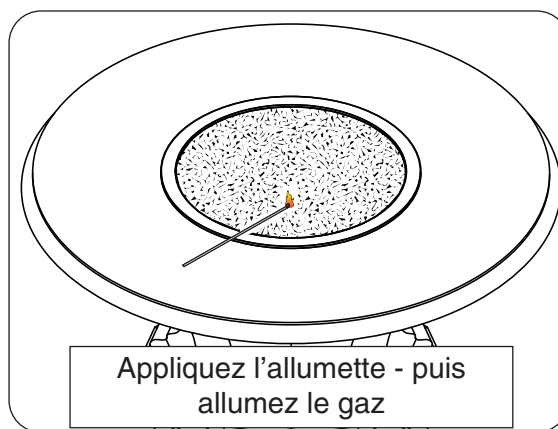

Fig. 50-1
- 3. Posez une allumette allumée sur la surface décorative à proximité du brûleur (**ne tenez pas l'allumette dans votre main**) (Fig. 50-1).